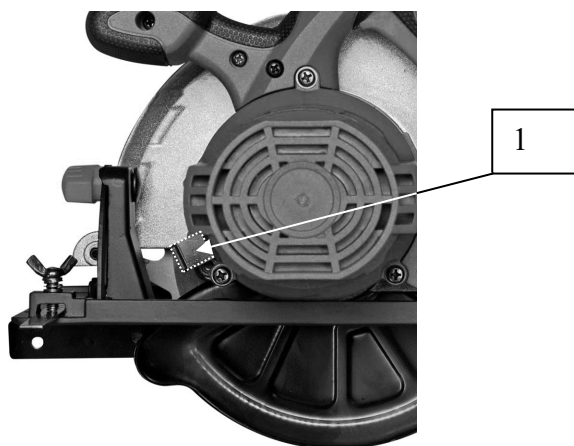

Рис. 1
1. Зафиксируйте диск нажав на кнопку фиксации на обратной стороне инструмента (рис. 1) и отверните болт крепления диска.